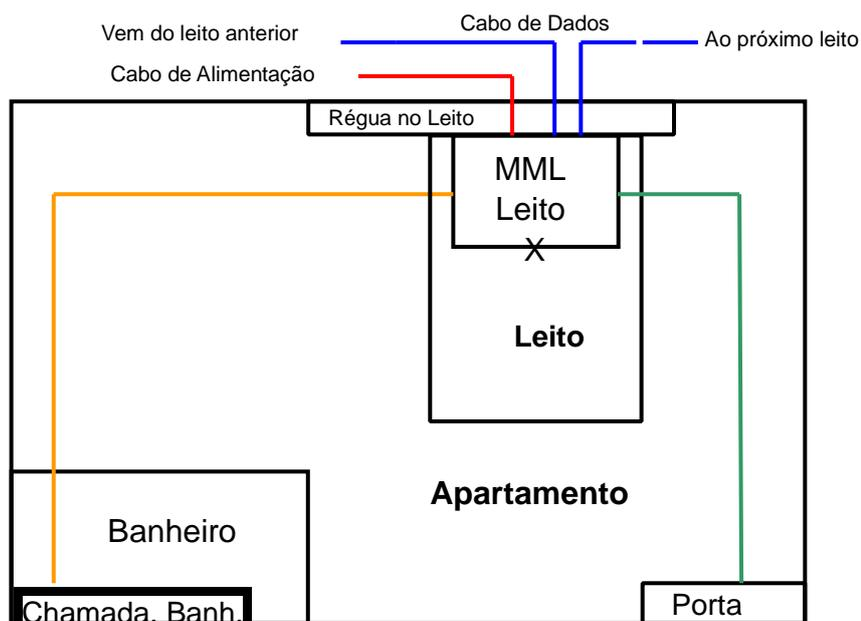

Figura 3 – Instalação nos apartamentos
A Figura 3 abaixo mostra os detalhes das instalações internas dos apartamentos, ou seja, aqueles ambientes de internação contendo apenas um leito. Observe que além do cabo de rede (UTP), há ainda um cabo (representado pela linha de cor laranja) que vai do MML até uma caixa de passagem no banheiro do apartamento, onde será instalado o dispositivo de Chamada de Banheiro (CB). Além disso, há ainda outro cabo (representado pela linha de cor verde) que vai do MML até uma caixa de passagem no corredor, geralmente acima da porta do apartamento, onde será instalado o Sinalizador de Porta (SP). Quando for utilizada uma fonte de alimentação coletiva, faça da forma seguinte: um cabo de bitola de 1,5mm², paralelo polarizado, deve ser utilizado saindo da fonte coletiva para a alimentação de cada MML, realize derivação, também com cabo paralelo polarizado, de 0.2mm².